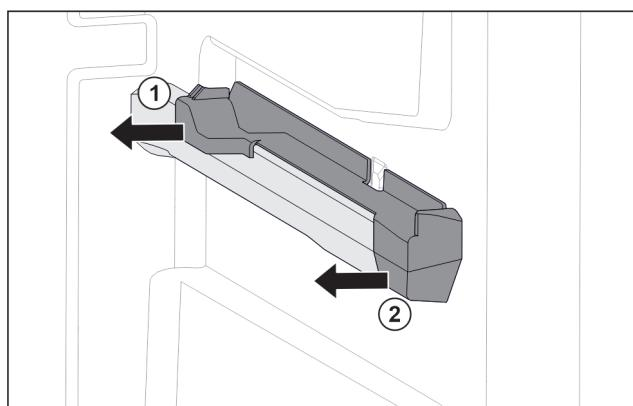

Fig. 61 Вставная часть на правом контейнерном ребре
- ▶ Отодвигните вставную часть сзади в сторону. Fig. 61 (1)
- ▶ Отодвигните вставную часть спереди в сторону. Fig. 61 (2)